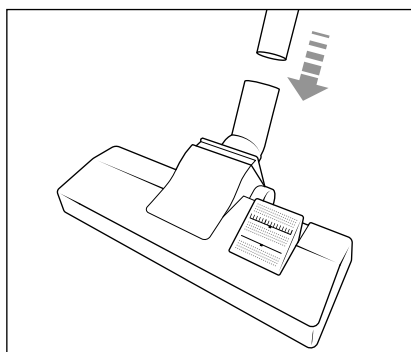

Fig. 2
- 2) Faites glisser le tube d'aspiration télescopique **16** dans la brosse de sol **14** jusqu'à ce qu'il s'enclenche fermement dans la brosse de sol **14** (voir fig. 2).